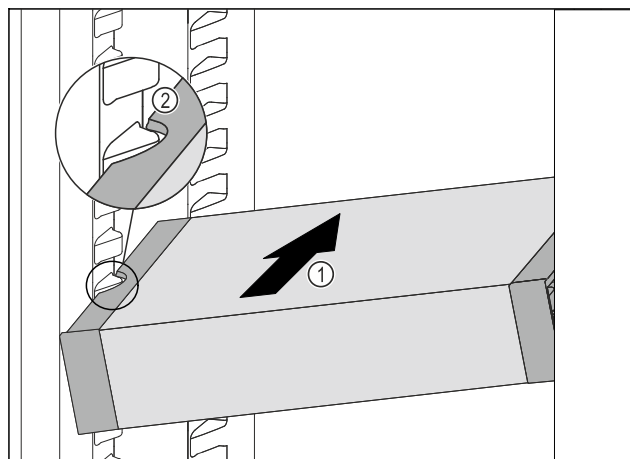

Fig. 197
- ▶ Zasuňte VarioSafe do chladničky pod úhlem tak Fig. 197 (1), aby vybrání na bocích Fig. 197 (2) VarioSafe byla na úrovni žebrování na nádobě v chladničce.